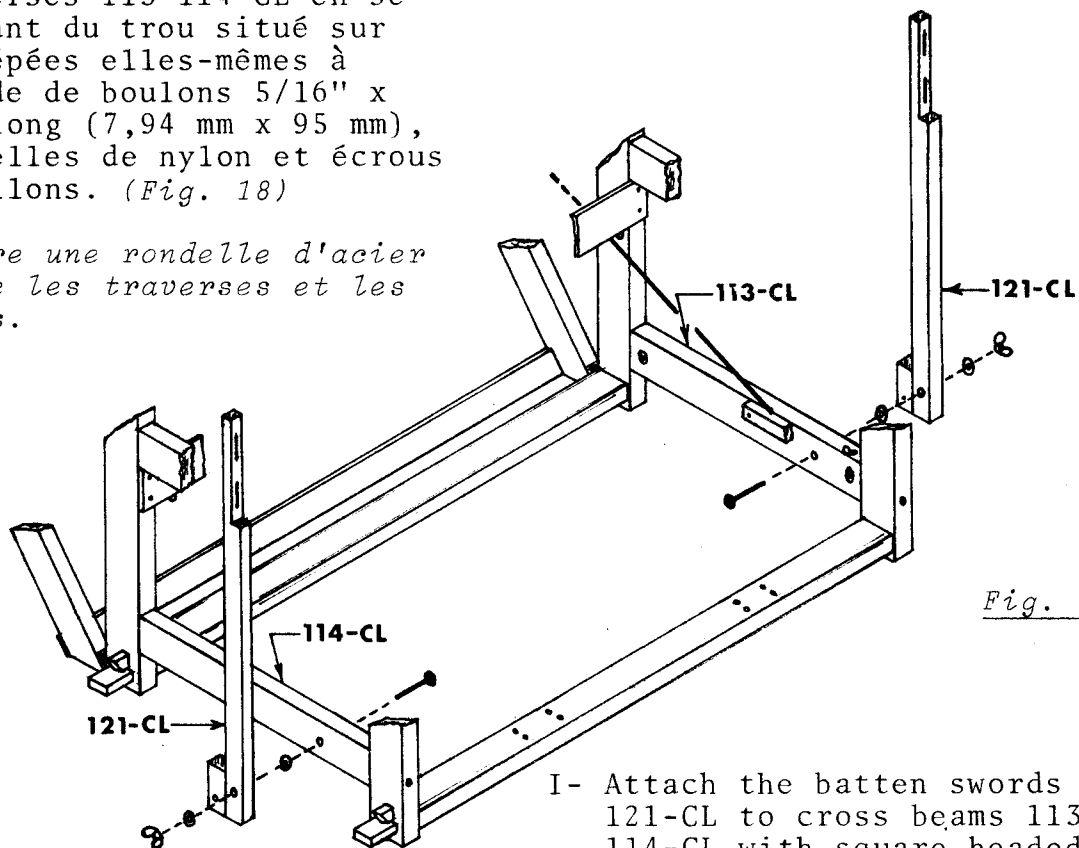

Fig. 18
- I- Fixer les épées 121-CL aux traverses 113-114-CL en se servant du trou situé sur les épées elles-mêmes à l'aide de boulons 5/16" x 3 $\frac{3}{4}$ " long (7,94 mm x 95 mm), rondelles de nylon et écrous papillons. (Fig. 18)
- I- Attach the batten swords 121-CL to cross beams 113-114-CL with square headed wood screws 3 $\frac{3}{4}$ " long x 5/16" (95 mm x 7,94 mm), nylon washers and wing nuts. Put the bolts through holes of batten swords. (Fig. 18)